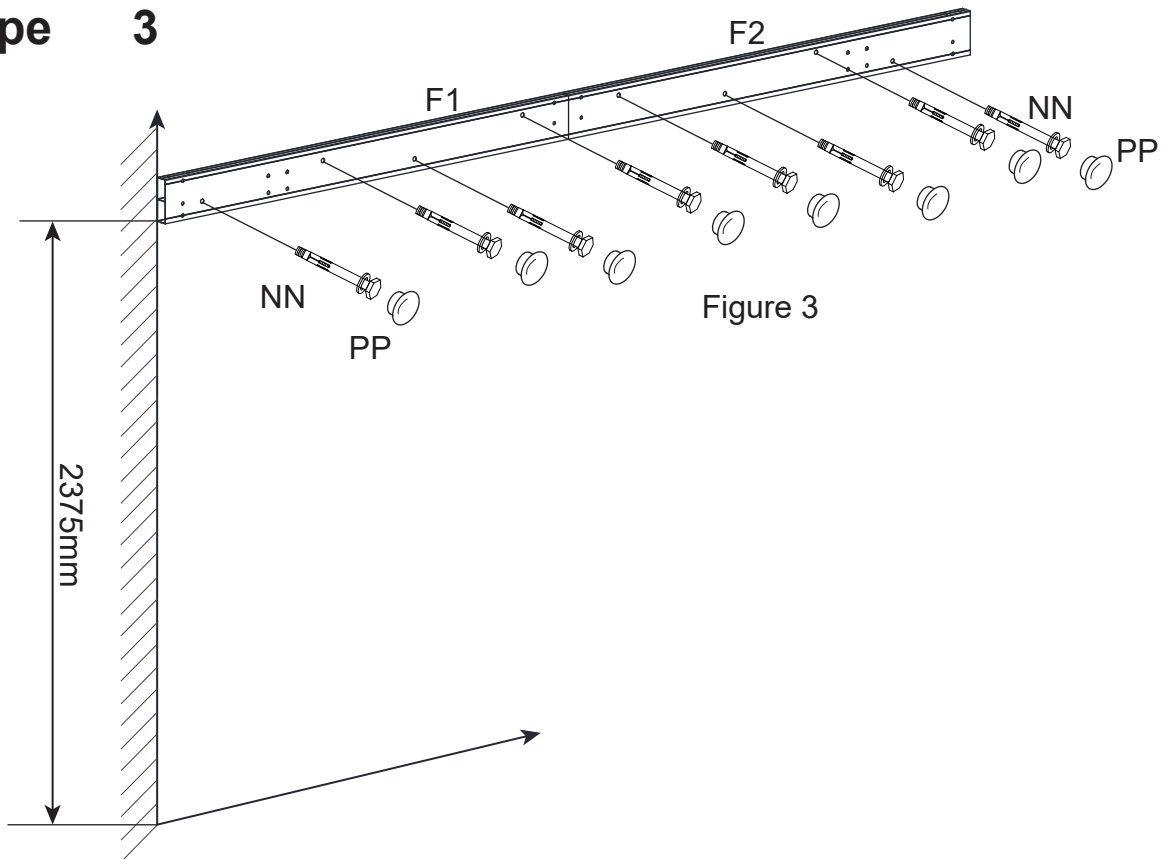

Figure 3
Figure 3. Ajustez la hauteur entre les traverses arrière inférieures (F1/F2) à 2375mm, (237.5cm), (93 1/2") au-dessus du niveau horizontal du sol. Fixez les traverses arrière (F1/F2) au mur avec les boulons (NN). Couvrez ensuite les trous avec les capuchons en plastique (PP).